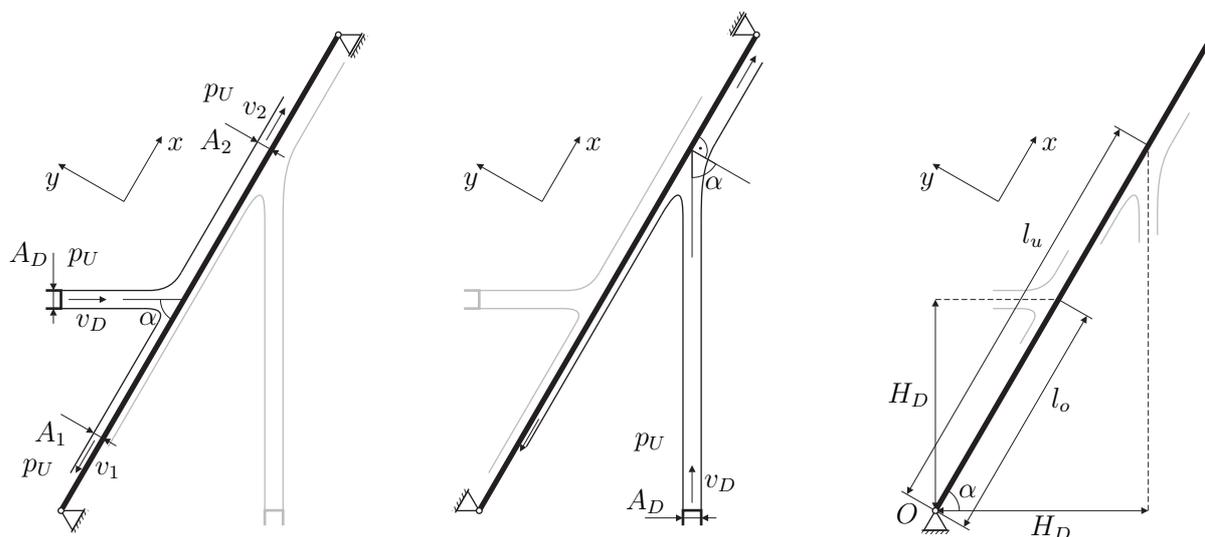

Abbildung 3: Detailskizze Freistrahlen und Momentengleichgewicht ((e), (f) und (g))
Hinter den beiden Düsen tritt das Wasser jeweils als Freistrahл aus und trifft auf eine schräg stehende Platte (siehe Abb. 3). Die Geschwindigkeit  $v_D$  sei für die folgenden Aufgaben gegeben. Das Problem soll zweidimensional und reibungsfrei berechnet werden, der Schwerkräfteinfluss auf Fluid und Platte ist zu vernachlässigen. In hinreichender Entfernung vom Staupunkt herrscht in allen Strahlen Umgebungsdruck  $p_U$ .
- (e) Betrachten Sie zunächst nur den oberen Freistrahл (siehe Abb. 3, links): Berechnen Sie die Kraft, die das Fluid auf eine unbewegliche Platte ausübt, in Abhängigkeit des Winkels  $\alpha$ , in dem der Freistrahл auf die Platte trifft. Machen Sie dazu bitte eine Skizze, und zeichnen Sie das von Ihnen verwendete Kontrollvolumen und Koordinatensystem ein (Empfehlung siehe Abb. 3!).
- (f) Wie groß ist die Kraft, die der untere Freistrahл auf die Platte ausübt (siehe Abb. 3, Mitte)? Sie können das Ergebnis aus (e) verwenden. Beachten Sie die Winkel und Koordinatenrichtungen!
- (g) Nehmen Sie nun an, die Platte wäre nur im Punkt  $O$  gelagert (siehe Abb. 3, rechts). Gehen Sie davon aus, dass die Kräfte aus (e) und (f) an den Punkten angreifen, an denen die Strahlen auf die Platte treffen. Stellen Sie das Momentengleichgewicht um  $O$  auf, und berechnen Sie den Winkel  $\alpha$ , in dem sich die Platte im Gleichgewicht befinden wird (Achtung:  $l_o = l_o(\alpha)$ ,  $l_u = l_u(\alpha)$ !).